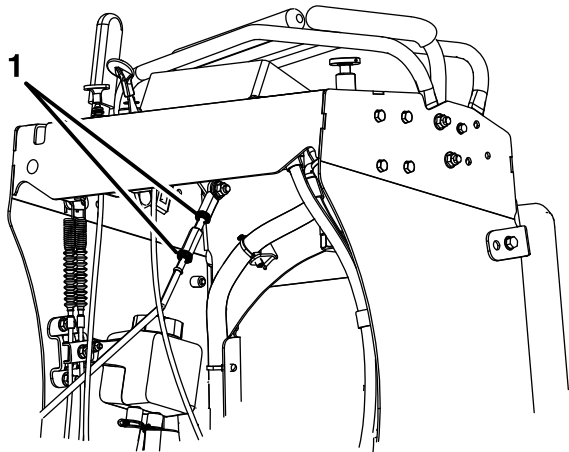

Figura 46
- A. Deje que las palancas de control vuelvan a punto muerto y afloje las dos contratuercas del acoplamiento de ajuste hexagonal (Figura 46).
- C. Apriete las contratuercas (Figura 46).